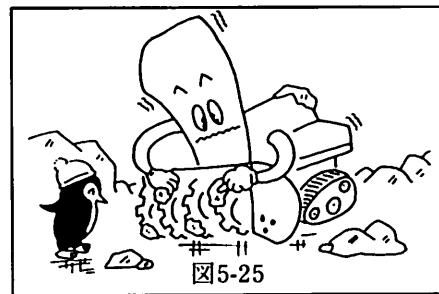

図5-25
①オーガケース内とプロワ部分の雪や氷などを丁寧に取り除いてください。(図5-25参照)